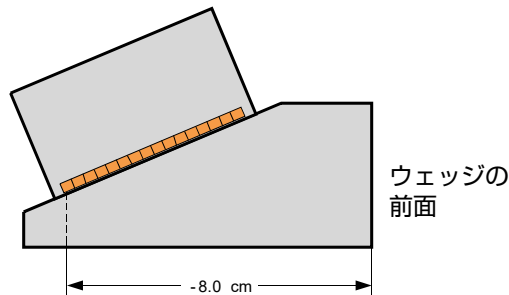

図 4-7 1次補正值による測定
- d) **1次補正值**を選択し、最初の補正值を入力します。これは、ウェッジの前面から探触子の最初の振動素子の中央までの距離を指します（116 ページの図 4-7 参照）。